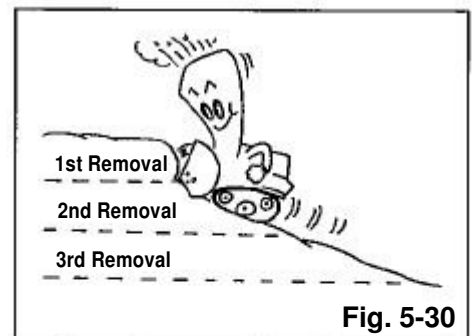

Fig. 5-30
- Stellen Sie die Schnecke bei der Ausführung von stufenweisem Schneeräumen etwas höher als normal. Fahren Sie beim Schneeräumen so langsam wie möglich. Fahren Sie, wenn der Schnee bis zur Zieldistanz geräumt ist, dann fahren Sie auf etwa dem gleichen Weg rückwärts. Räumen Sie nunmehr den Schnee in Vorwärtsrichtung auf die gleiche Weise wie das erste Mal. Das Schneeräumen bei hohem Schnee kann auf die eben beschriebene Weise ausgeführt werden (siehe Abbildung 5-30). Führen Sie ferner beim Schneeräumen nach dem oben beschriebenen Typ die Arbeiten mit besonderer Vorsicht aus, so dass die Raupenketten nicht rutschen.